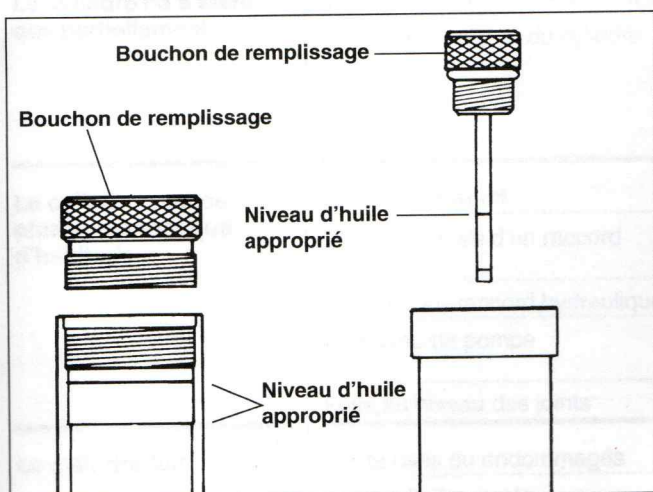

Figure 5 - Vérification du niveau d'huile
Vérifiez le niveau d'huile du réservoir au bout d'environ 10 heures d'utilisation. Posez la pompe verticalement avec le bouchon du réservoir vers le haut. Tout en tenant le réservoir, dévissez le bouchon afin de déterminer si le niveau d'huile se trouve entre les repères à l'intérieur du réservoir (Figure 5). S'il manque d'huile, ajoutez-en jusqu'à ce que le niveau se trouve entre les deux repères. Si l'huile est sale, procédez à la section ci-après, intitulée << Vidange et rinçage du réservoir >>.
**NOTA !** Sur la pompe à pédale type HF-18, le bouchon de remplissage est équipé d'une jauge. Pour vérifier le niveau d'huile, tenez la pompe verticalement avec le bouchon de remplissage vers le haut, retirez la jauge et essuyez-la. Introduisez la jauge et retirez-la à nouveau pour contrôler le niveau d'huile. Le repère supérieur de la jauge indique le niveau d'huile approprié (Figure 5).